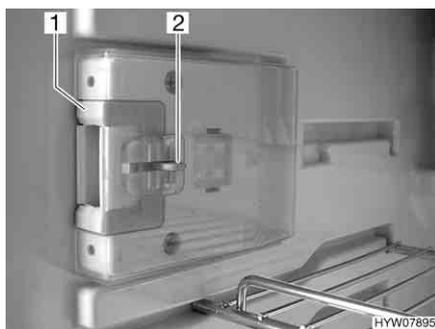
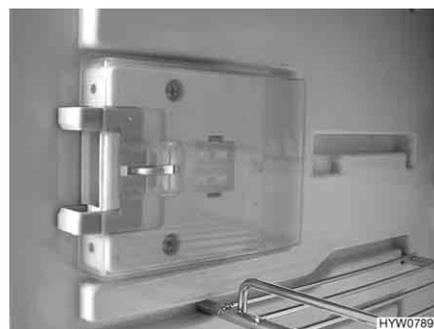

Fig. 149 Dispositivo di chiusura in posizione normale
Fig. 150 Dispositivo di chiusura in posizione di ricircolo d'aria
- Premere il dispositivo di sblocco (Fig. 149,2).
- Spingere il dispositivo di chiusura (Fig. 149,1) in avanti (Fig. 150).